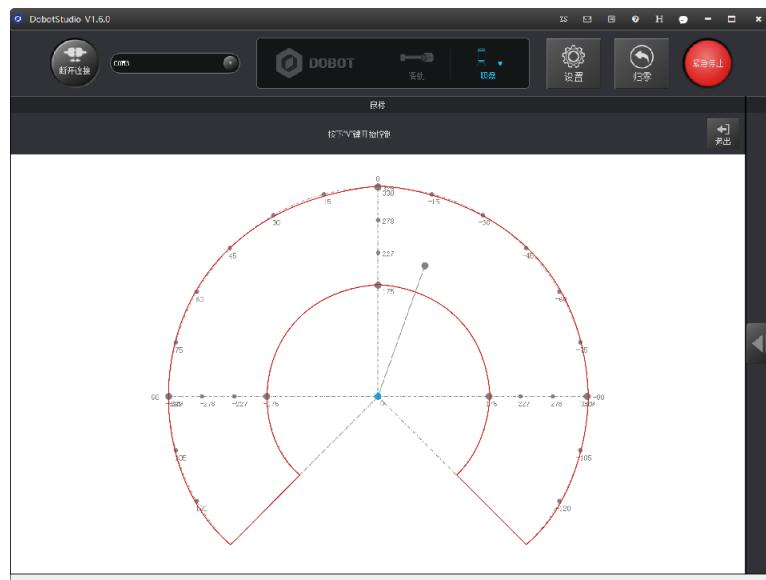

图 5.111 在红色圆环范围内移动机械臂
**步骤 6** 按一下键盘上的“V”键开启鼠标控制功能，然后拖动鼠标可在如图 5.111 所示的红色圆环范围内移动机械臂。